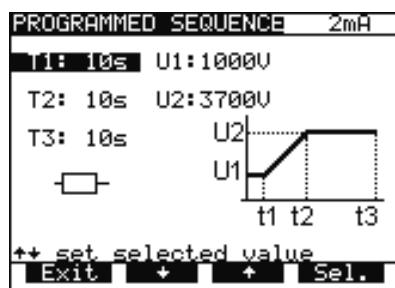

Рисунок 12 - Выбран таймер T1, изменение значения кнопками ↑ ↓
- Для установки значений **U** и **T** нажмите кнопку **U/T**. Величина **T2** отображает интервал времени **t1 - t2**, значение **T3** отображает значение интервала времени **t2 - t3** (рисунок 12). Меню для выбора и изменения значений **U** и **T** значений приведено на рисунке ниже.